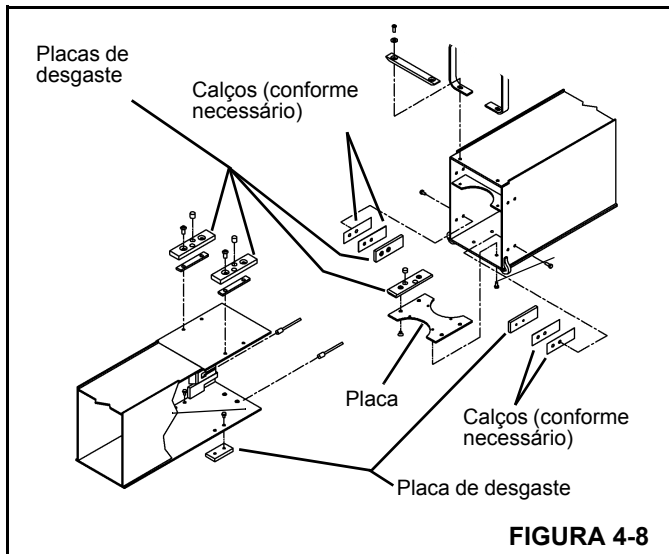

FIGURA 4-8
4. Monte as placas de desgaste inferiores dianteiras da 3ª seção conforme as etiquetas de remoção e fixe na placa de apoio da placa de desgaste (Figura 4-8).